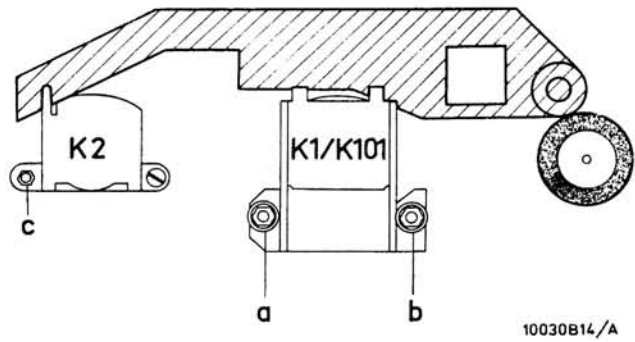

Fig. 4
1. Instelling van de koppen (Fig. 4)